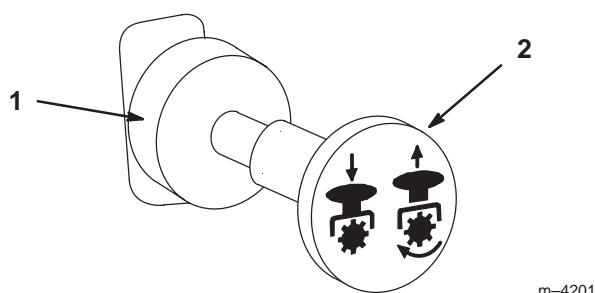

Figure 14
3. Tirez sur la commande de prise de force (PDF) pour l'engager (Fig. 14).
1. Pour la débrayer, repoussez la commande de PDF à la position désengagée (Fig. 14).